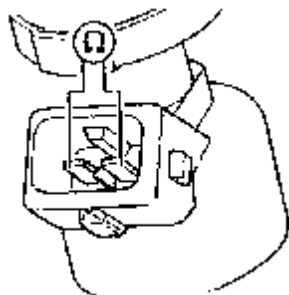

图 3-27 检查油器电阻
(6) 检查喷油器的端子间电阻值，如图 3-27 所示。其允许值为 12.0~15.0V，如达不到允许值，更换损坏的喷油器。